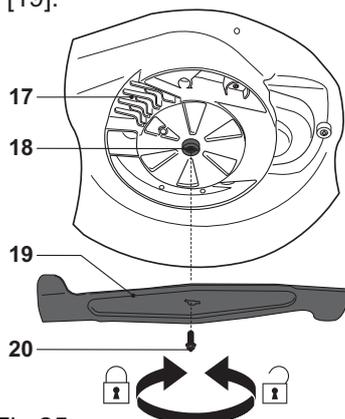

Fig.25
- > Desserrez le boulon [20] dans le sens inverse des aiguilles d'une montre à l'aide d'une clé de 13 mm et retirez-le ainsi que le dispositif de coupe [19] (Fig. 25).